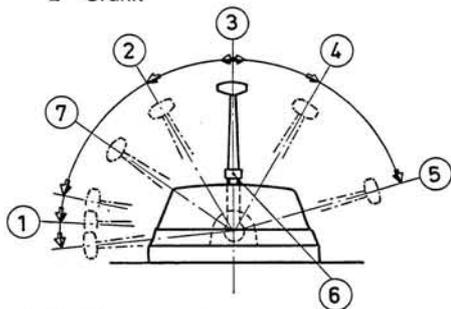

Fig. 8 Teleflex controls
- 2 Bedienungshebel in Neutrallage führen. Bedienungshebel mit der Auskupplungssperre auskuppeln, so daß nur die Motordrehzahl beeinflusst wird. Den Hebel so stellen, daß $\frac{1}{4}$ der Höchstdrehzahl erhalten wird, siehe Abb. 8.